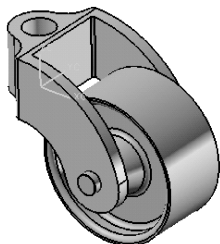

图 7-20 完成装配设计
- 18 单击【移动组件】对话框中的【确定】按钮，接着单击【移动组件】对话框的【取消】按钮，完成装配设计并结束操作。装配设计结果如图7-20所示。